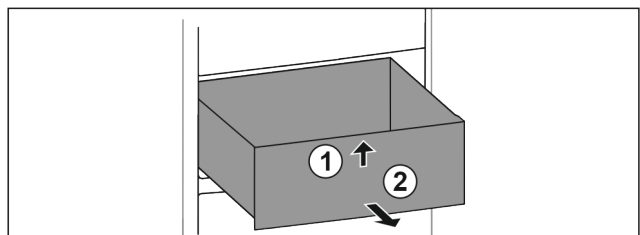

Fig. 131
- ▶ Sollevare il cassetto dal davanti. Fig. 131 (1)
- ▶ Rimuovere il cassetto tirandolo in avanti. Fig. 131 (2)